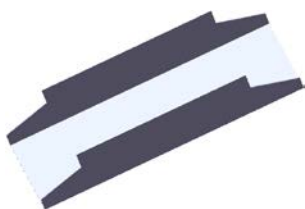
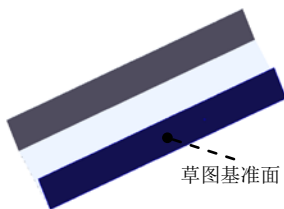

图 11.2.6 切除一拉伸 1
图 11.2.7 草图基准面
(3) 定义法兰参数。
① 定义法兰角度值。在 **角度(G)** 区域的  文本框中输入角度值 90.0。
② 定义长度类型和长度值。在“边线法兰”对话框 **法兰长度(L)** 区域的  下拉列表中选择 **给定深度** 选项,在  文本框中输入深度值 25.0。在此区域中单击“外部虚拟交点”按钮  。
③ 定义法兰位置。在 **法兰位置(N)** 区域中,单击“材料在内”按钮  。
(4) 单击  按钮, 完成边线一法兰 1 的创建。
Step4. 创建图 11.2.6 所示的切除一拉伸 1。
(1) 选择命令。选择下拉菜单 **插入(I)** → **切除(C)** → **拉伸(E)...** 命令。
(2) 定义特征的横断面草图。
① 定义草图基准面。选取图 11.2.7 所示的表面作为草图基准面。